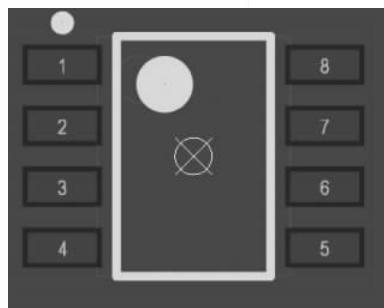

图 3-48 创建好的 SOP-8 封装
(6) 单击 Finish 按钮, 完成封装的制作, 效果如图 3-48 所示。